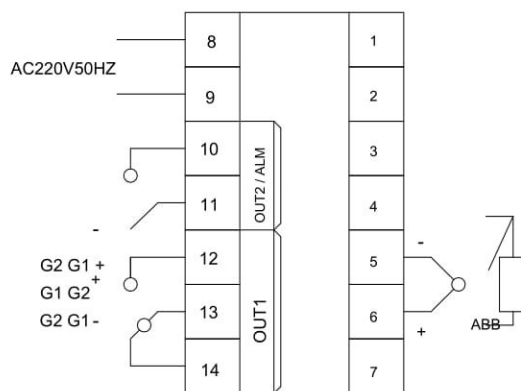

Figura 2
2. Figura 2 este pentru controlerul defazaj, OUT1 și OUT2 sunt ambele pentru ieșire.